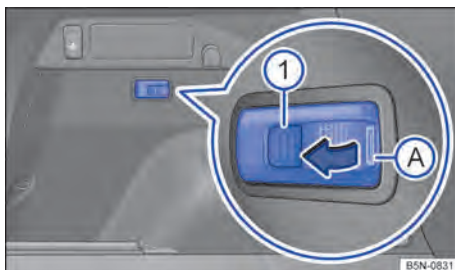

Fig. 186 À esquerda do compartimento de bagagem: lanterna removível.
- Pegar a lanterna removível na área → Fig. 186 ①.
- Para ligar, pressionar o botão → Fig. 186 . A lanterna acende com toda potência de iluminação.
- Dependendo da versão, pressionar o botão → Fig. 186  novamente para regular em 50 % da potência de iluminação.
- Pressionar o botão → Fig. 186  novamente para desligar a lanterna removível.
Desligar a lanterna removível e pressionar para dentro do suporte no sentido oposto ao da seta → Fig. 186.
- Alavancar a tampa da bateria recarregável com um objeto adequado por baixo da área → Fig. 186 .